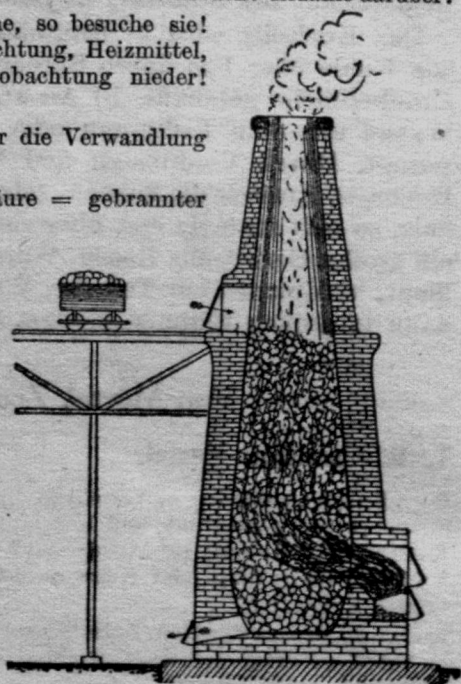

Abb. 58
c) Ist eine Kalkbrennerei in der Nähe, so besuche sie! Erbitte dir nähere Auskunft über Einrichtung, Heizmittel, Hitzegrade usw.! Schreibe deine Beobachtung nieder! (Abb. 58.)